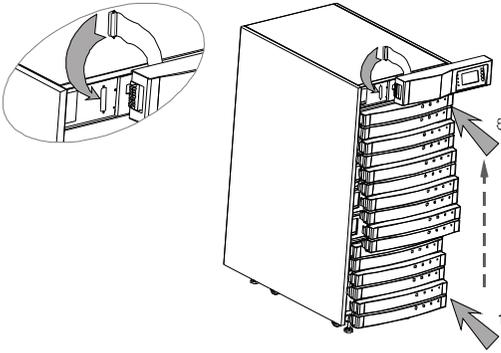

图 16
4) 安装面板：打开面板包装，按从下往上的顺序依次将面板装入机器 (如图 16)；